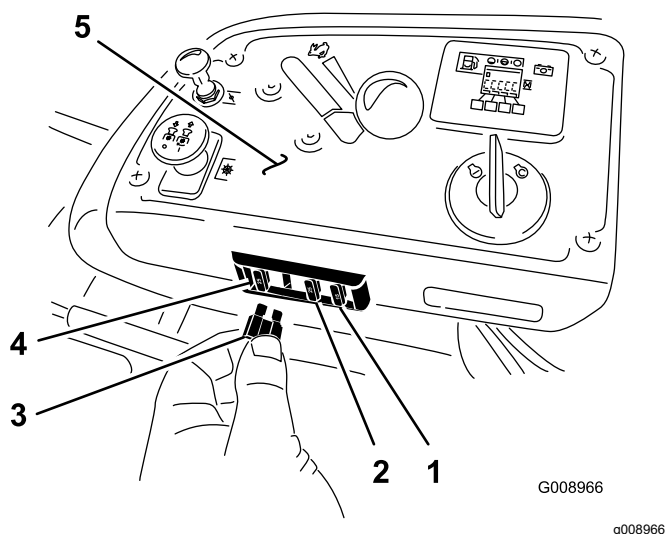

Figure 56
Les fusibles se trouvent sur la console, à droite du siège (Figure 56).
2. Remplacez le fusible (Figure 56).